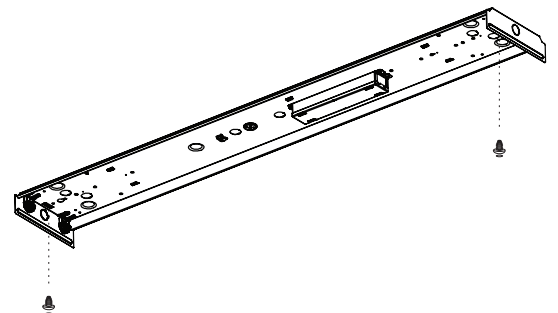

Fig. 4
**4** Secure fixture to ceiling by using holes in back of fixture housing. Use one #10 x 1-1/2" wood screw (not included) at each end of the fixture housing to secure to ceiling joist, not plaster board. If joist cannot be located, use 3" x 3/16" toggle or molly bolt (not included) (Fig. 4).
Fixer l'appareil au plafond en utilisant les trous de l'arrière du boîtier de l'appareil. Utiliser une vis pour bois 10 x 1-1/2 po (non incluse) à chaque extrémité du canal de l'appareil pour fixer ce dernier à la solive de plafond et non à la placoplâtre. Si l'on ne peut trouver la solive, utiliser des boulons à ailettes ou des chevilles de 3 po x 3/16 po (non inclus) (Fig. 4).
Atornille la lámpara al cielo raso usando las perforaciones de la parte posterior de la caja de lámpara. Use un tornillo para madera (no incluido) No. 10 x 1-1/2" en cada extremo de la caja de lámpara para fijarla al marco portalámpara del cielo raso y no al borde o plancha de yeso del mismo. Si no hay marco portalámpara en el cielo raso, use pernos de anclaje de 3" x 3/16" (7,62 cm x 0,48 cm) (no incluidos) (Fig. 4).